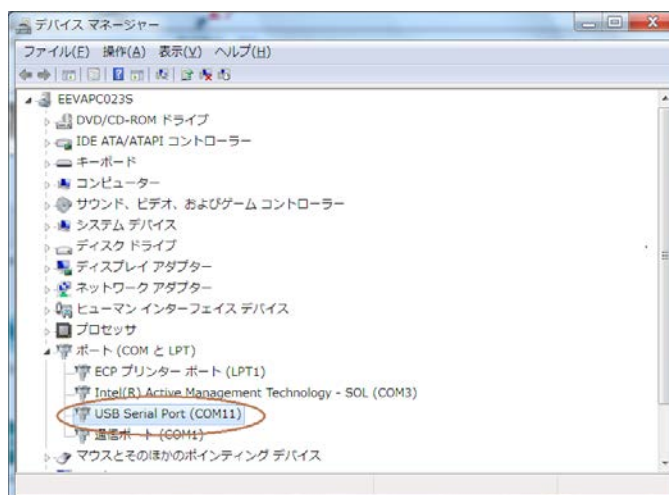

図 2-10 変換ケーブル USB ポート接続状態の確認
- 5.ダウンロードした「Rs232cTool.exe」を起動して、「Rs232cTool」ウィンドウが表示されます。ポート名=COMx とボーレート=38400 に設定してください。ここでの x は 2. でメモしたマイコンボードの COM ポート番号です。図 2-10 の場合、マイコンボードの通信ポートは COM11
- 「接続」ボタンをクリックすると、「接続 COM x」メッセージがウィンドウ下部にあるテキスト・コンソールに表示されます。接続成功が示されます（図 2-10）。